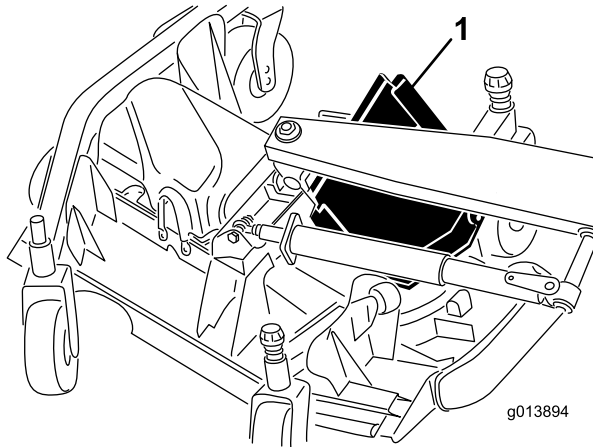

Figura 49
6. Levante el borde delantero, y guíelo entre el brazo de elevación y el rodillo para retirarlo (Figura 49).